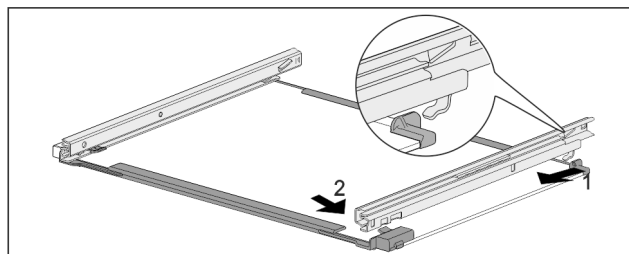

Fig. 201 Üveglap sínekkel
- ▶ Akassza be hátul a sínt. Fig. 201 (1)
- ▶ Elöl pattintsa be a sínt. Fig. 201 (2)